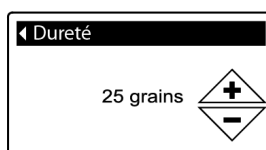

FIG.37
5. Appuyez sur SELECT (O) pour afficher l'écran **Dureté** (Figure 37).